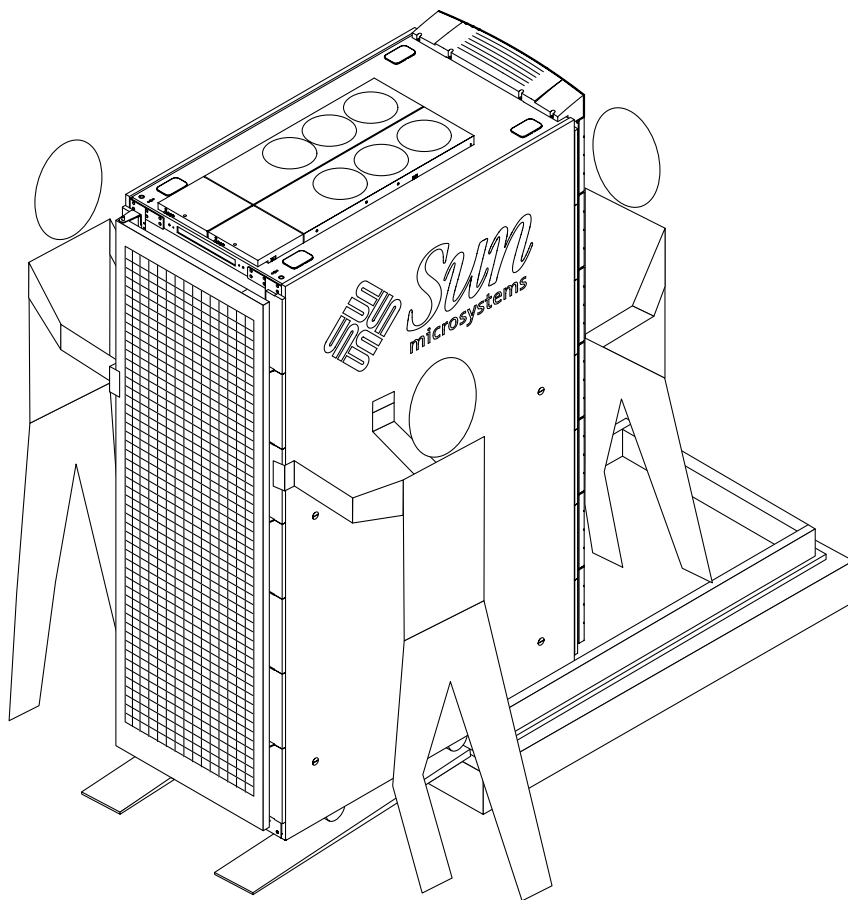

図 2-5 出荷用パレットからの Sun Fire 6800 システムの取り出し
- 傾斜路上で、システムを注意深く移動させます (図 2-5)。